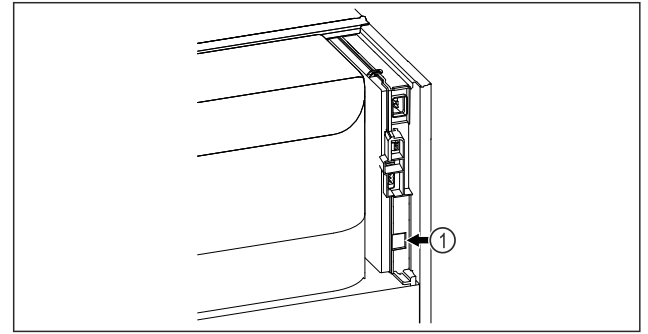

Fig. 92
- SmartModule Fig. 92 (1) naudojamas.